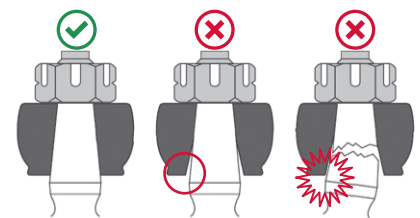

Figure 1
- Si un goujon de joint à rotule cassé, plié ou desserré est découvert, remplacer la fusée. En cas de déformation, de faux rond ou d'endommagement des surfaces de contact coniques de la fusée d'essieu, celle-ci doit être remplacée (**Figure 1**).